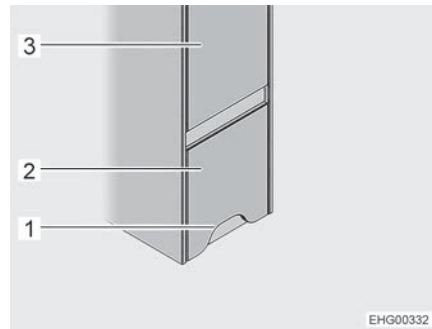
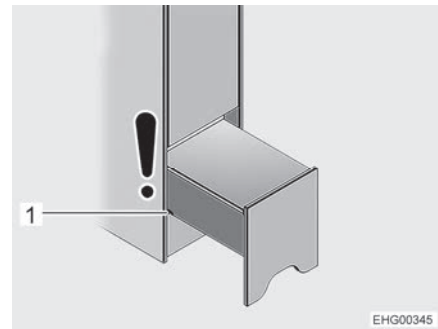

Bild 122 Aufstieghilfe (geschlossen)
Bild 123 Aufstieghilfe (Nachtposition)
Die Aufstiegshilfe ist auf der rechten Fahrzeugseite unter dem Kleiderschrank (Bild 122,3) vor dem Heckbett eingebaut.
- ▷ Die Toilettenraumtür liegt der Aufstiegshilfe gegenüber. Solange die Aufstiegshilfe nur teilweise herausgezogen ist ("Nachtposition", siehe Bild 123), kann die Toilettentür weiterhin geöffnet werden. Wenn die Aufstiegshilfe ganz herausgezogen ist, um Zugang zum Staufach zu erhalten, kann die Toilettenraumtür nicht mehr vollständig geöffnet werden.
- Aufstieghilfe (Bild 122,2) am Ausschnitt (Bild 122,1) greifen, leicht anheben und bis zur ersten Nut (Bild 123,1) herausziehen (Nachtposition).